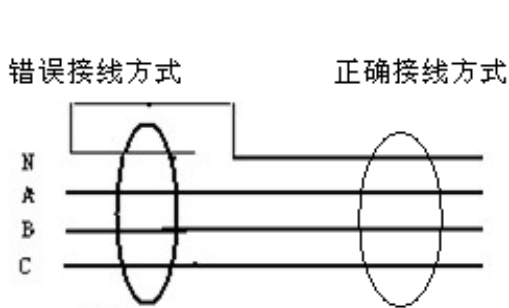

图 7 四线应同一个方向穿过互感器
- 1) 每个监控点处凡有负荷电流通过的电缆应全部穿过传感器，如下图中标①处所示；其中工作零线 N 不得重复接地，如下图中标②处所示错误。
- 2) 每个监控点处凡不通过负荷电流的电缆 PE 或 PEN 不得穿过传感器，应如下图中标③处所示。
- 3) 每个监控点监控的供电支路应使用各自的工作零线 N，相邻支路工作零线 N 不得串接共用，如下图中标④处所示错误；工作零线 N 不得与保护地线 PE 跨接，如下图中标⑤处所示错误。
- 4) 供电线路在穿过互感器时要保证，供电线路的 N 线与 L 线必须从同一个方向穿过互感器。见图 7